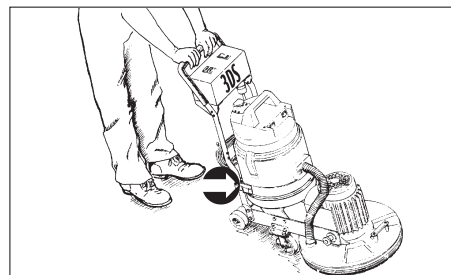

Рисунок 9
7. Установите сухой вакуумный механизм на поддерживающие ремни так, чтобы центральное основание попало в двухдюймовое отверстие. ПРИМЕЧАНИЕ: Отверстие вакуумного шланга должно выходить на мотор шлифовального устройства. Присоедините ремень вокруг основания вакуумного механизма. (См. Рисунок 9)